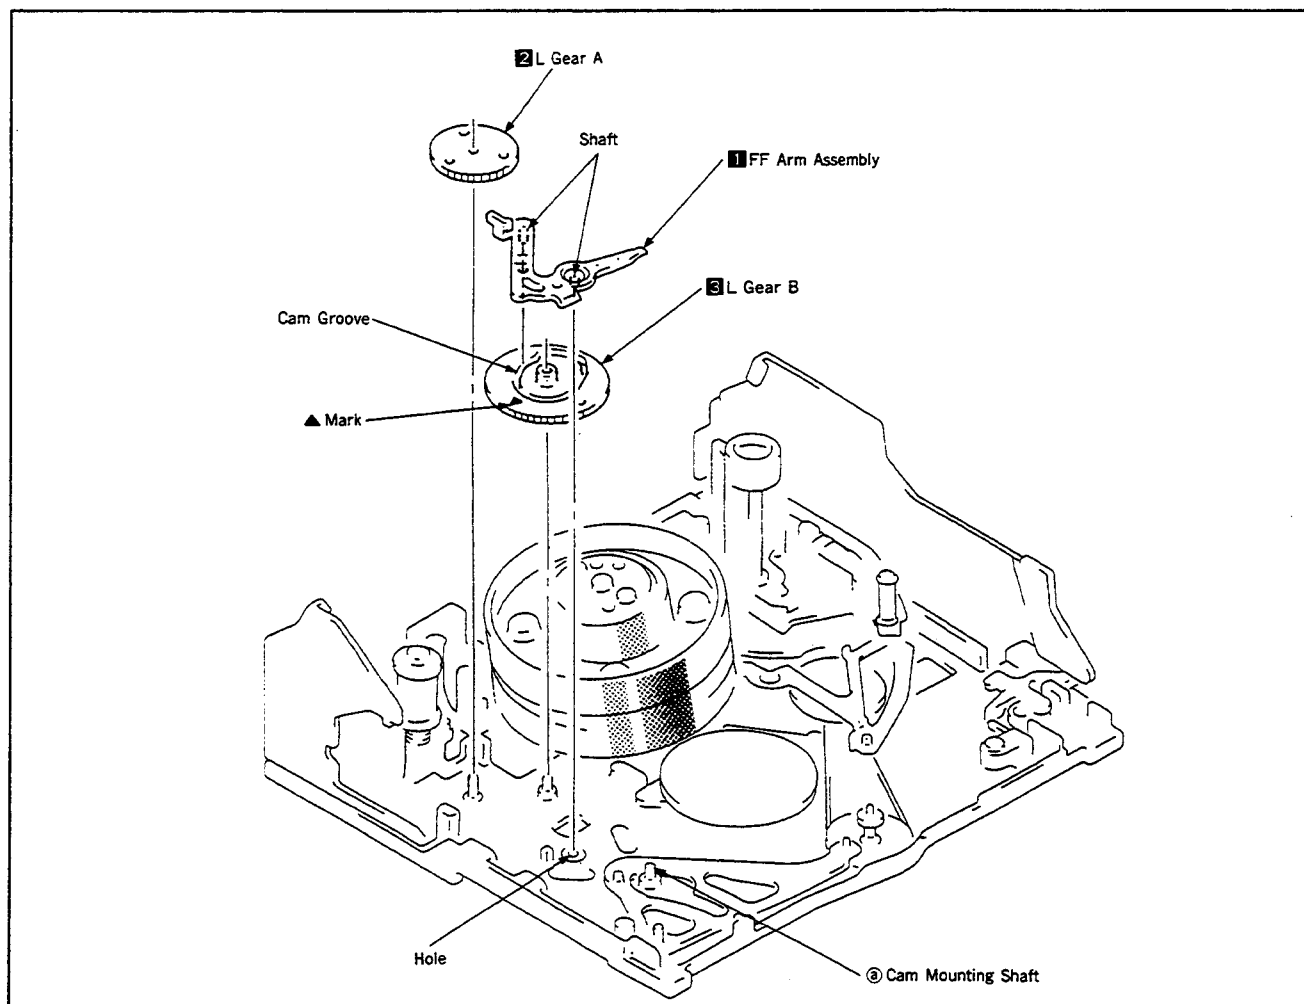

Fig. 27
9. L GEAR A AND L GEAR B (Fig. 27)